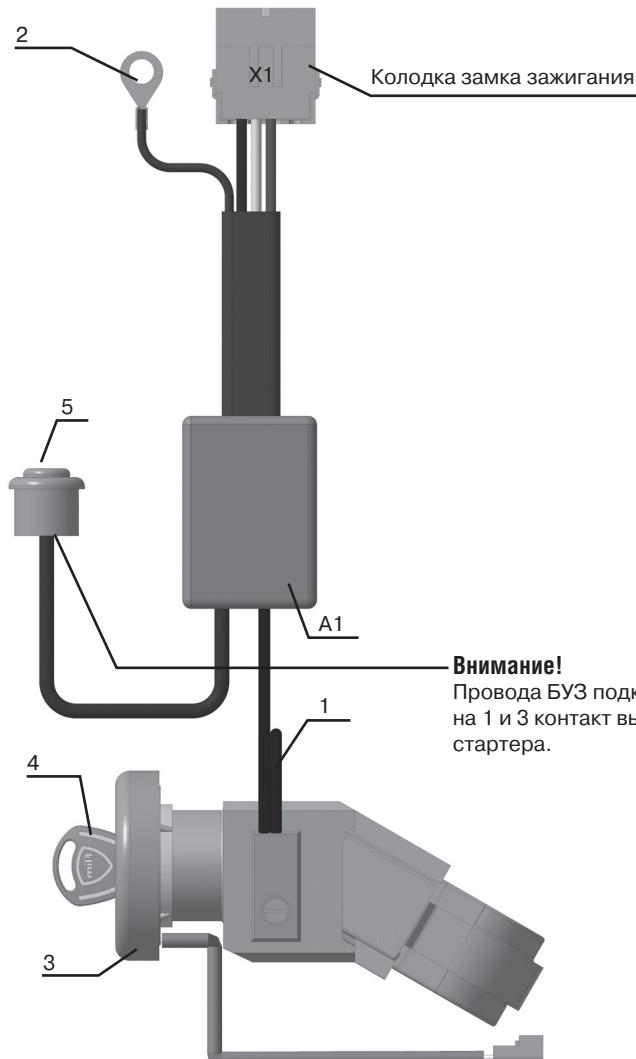

Рис. 6
Включение и выключение силовой электрической цепи зажигания и стартера осуществляется двумя реле в блоке управления зажиганием (рис. 6, рис. 7 поз. А1), и управляется посредством вращения ключа замка (рис. 6, рис. 7 поз. 4) и кнопки выключателя стартера (Рис. 6, рис. 7 поз. 5).
6.1. Перед подключением разъёма X1 блока управления зажиганием, необходимо подключить массу блока колодка 2 (рис. 6, 7).
6.2. Схему соединений и обозначение электрических компонентовсмотрите на рисунке 6, 7. Колодку X1 (рис. 6, 7) от блока управления зажиганием А1, подключите к ответному разъему жгута автомобиля.